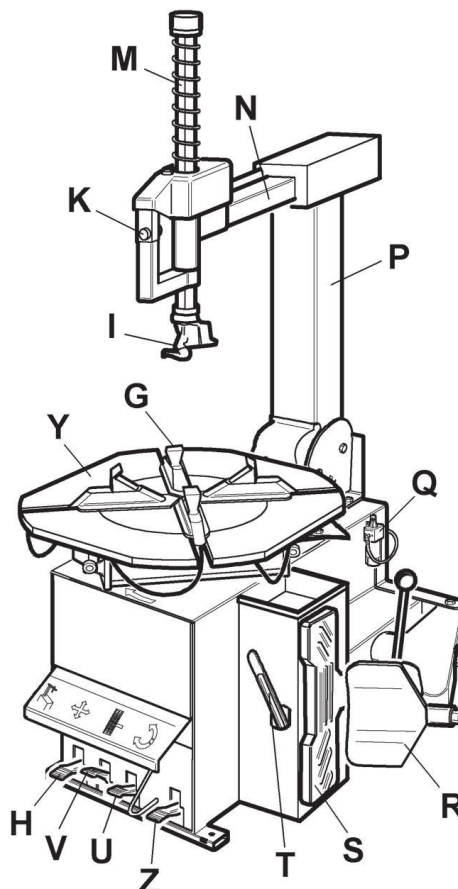
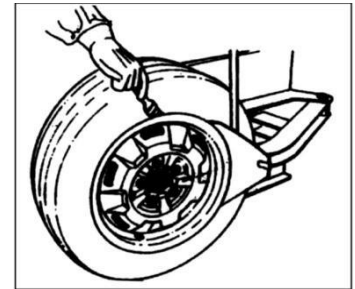

Fig 1
Fig 7
- Plasser dekket mellom dekkpressen og gummiputen, for å presse dekket løs fra felgen. Press ned pedal U (Fig1), for å aktivere dekkpressen. (Fig7)
- Løft kanten på dekket over monteringshode, og kjør dreieskiven med pedal Z (Fig.1) med klokken inntil dekket er fullstendig atskilt fra felgen (Figur10). Plasser gjerne monteringshode litt til høyre for ventilen før dekket kjøres av for å unngå skade på ventil.